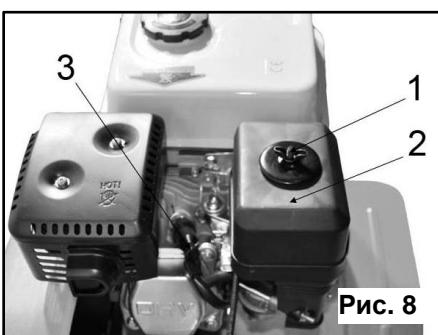

Рис. 8
- Открутите винт-фиксатор крышки воздушного фильтра (1) (См. Рис. 8)
- Снимите воздушный фильтр (2) (См. Рис. 8)
- Очистите поверхность около свечи зажигания (3) (См. Рис. 8)